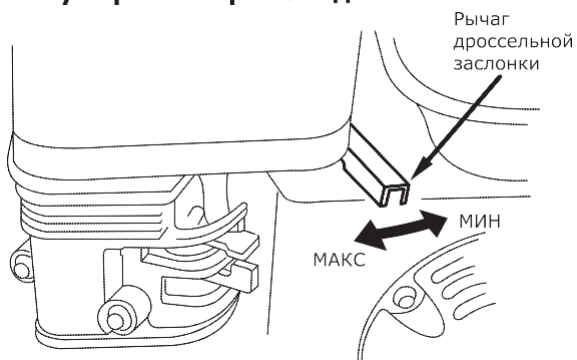

Рис. 13
- Поставьте рычаг дроссельной заслонки на 1/3 хода в сторону положения «МАКС» (рис. 13).
- После прогрева двигателя поставьте рычаг дроссельной заслонки в положение «МАКС» для самозаполнения шлангов. Число оборотов двигателя и соответственно производительность мотопомпы регулируется изменением положения рычага дроссельной заслонки (рис. 13).